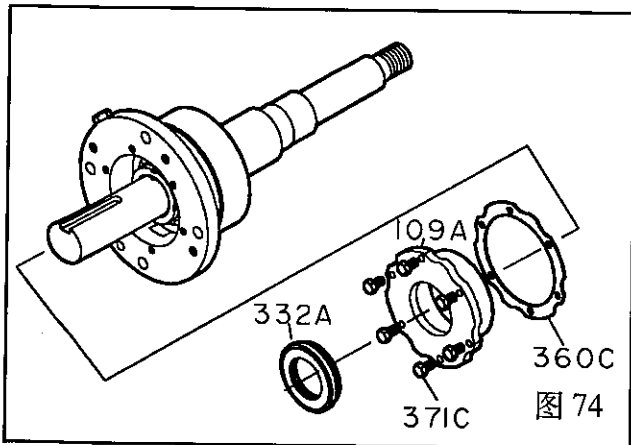

图 74
7. 拧下螺栓(371C)取出轴承端盖(109A)以及垫片(360C)(图74)。